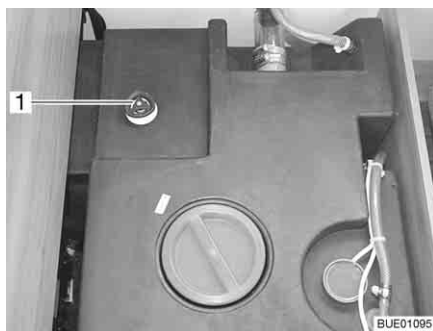

Fig. 156 Depósito de agua con tirador giratorio
- Girar el tirador giratorio (Fig. 156,1) sobre el depósito de agua en sentido de las agujas del reloj, hasta el tope.
- Girar el tirador giratorio (Fig. 156,1) sobre el depósito de agua en sentido contrario a las agujas del reloj, hasta sentir resistencia. El agua se saldrá hasta 50 litros.